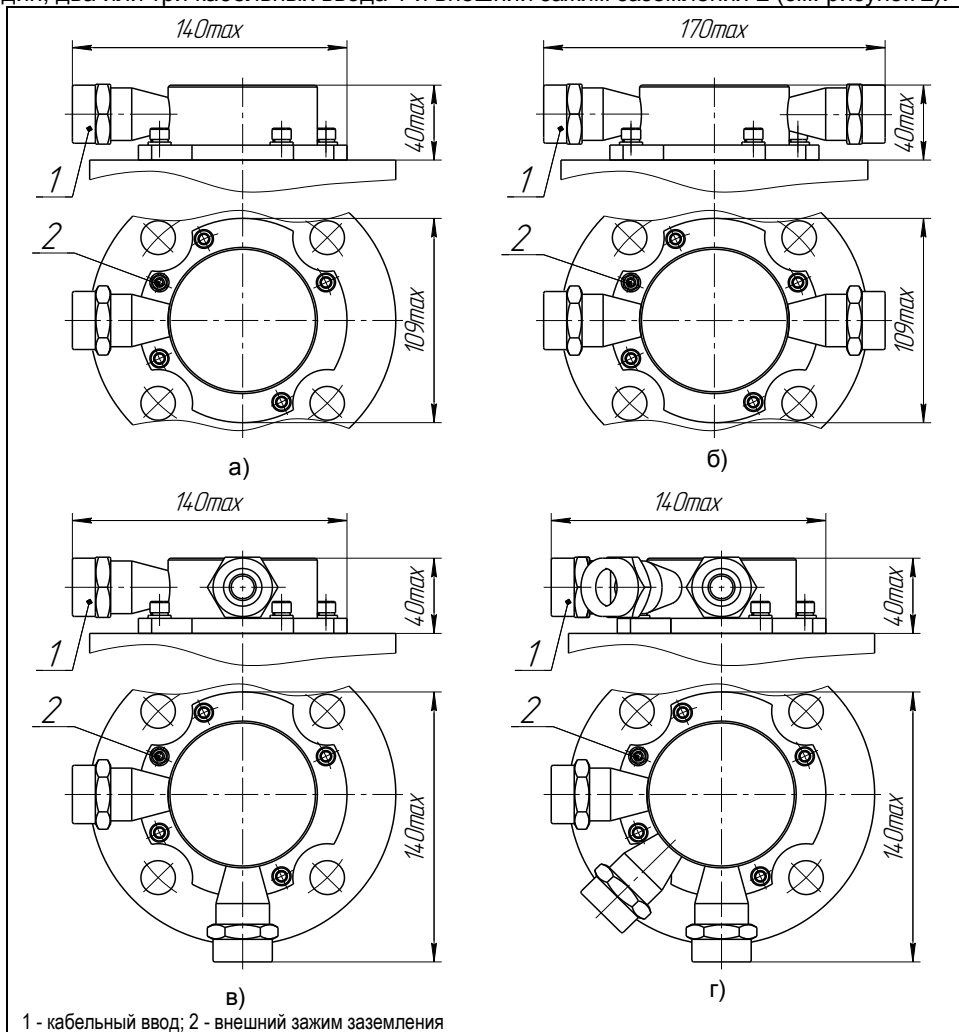

Рисунок 2 - Варианты исполнения корпуса из нержавеющей стали:
1.4.2 Корпус преобразователя, в зависимости от варианта исполнения, имеет один, два или три кабельных ввода 1 и внешний зажим заземления 2 (см. рисунок 2).